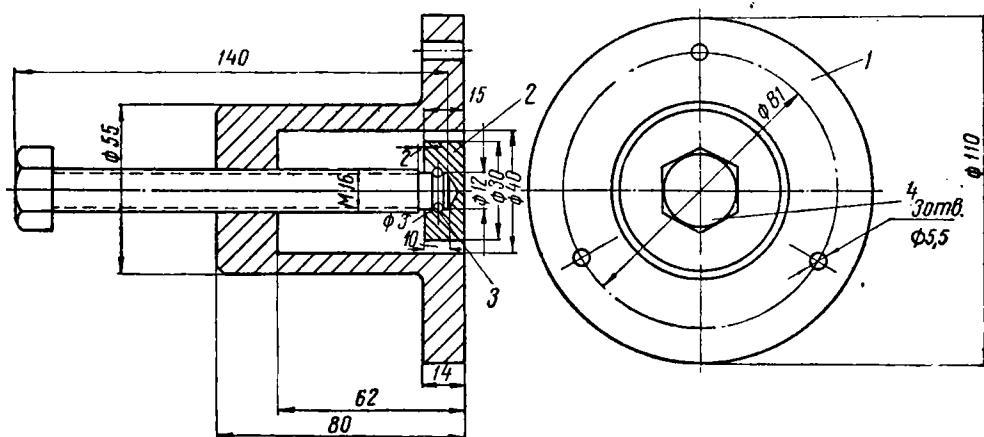

Рис. 4. Съемник для снятия правого полукартера с двигателя
2. Съемник для снятия правого полукартера (рис. 4) наложить на правый полукартер двигателя так, чтобы три отверстия Ø 5,5 мм, расположенные по окружности Ø 81 мм на стакане съемника, совпали с тремя отверстиями с резьбой М5 на торцевой части правого полукартера, предназначенными для крепления к картеру корпуса регулятора оборотов.
Необходимо также учесть, что при съемке правого полукартера болт M16 съемника (см. рис. 4) передает коленчатому валу большое продольное усилие, направленное на сближение щек кривошипа, поэтому во избежание возможной деформации коленчатого вала необходимо ввести через горловину картера в пространство между щеками деревянный бруском из твердой породы, равный по толщине расстоянию между щеками кривошипа.